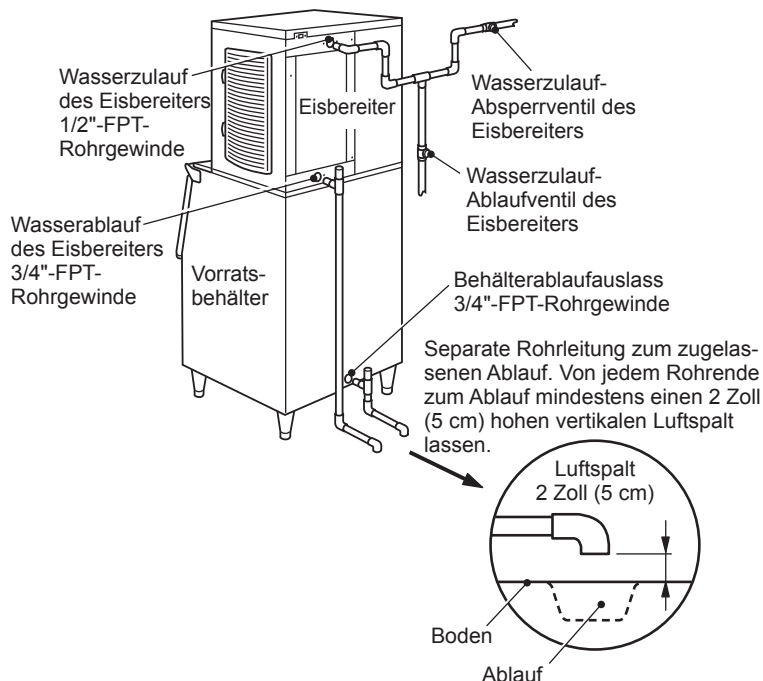

Abb. 6
* Für den einwandfreien Ablauf ist ein belüftetes T-Stück erforderlich. Siehe Abb. 6.
* Die Eisbereiter-Ablaufleitung muss separat von der Ablaufleitung des Eisvorratsbehälters/Eispenders geführt werden. Siehe Abb. 6.